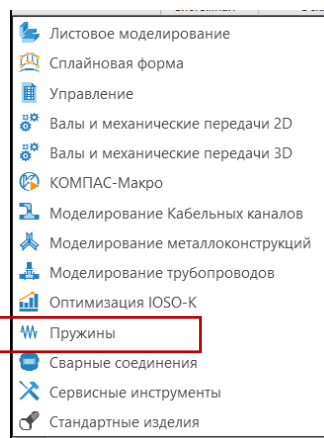

Рис. 3 Палитра Приложений
- Для создания модели Пружины можно использовать следующие команды: **Палитра – Пружины** или **Главное меню – Приложения – Механика: Пружины** (рис. 3).